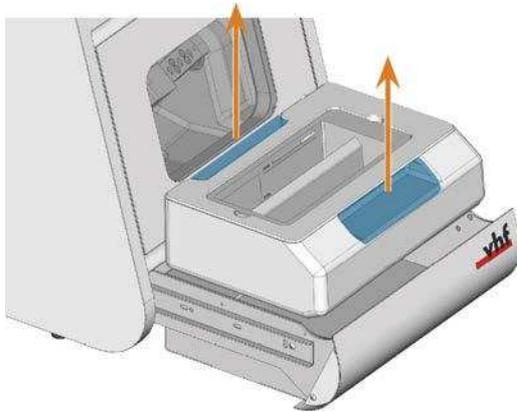

Abb. 30 – KÜHLFLÜSSIGKEITSBEHÄLTER AUS DER KÜHLFLÜSSIGKEITSSCHUBLADE ENTFERNEN
5. Ziehen Sie den Kühlflüssigkeitsbehälter in Pfeilrichtung aus der Schublade heraus (↗ Abb. 30 – auf der nächsten Seite).